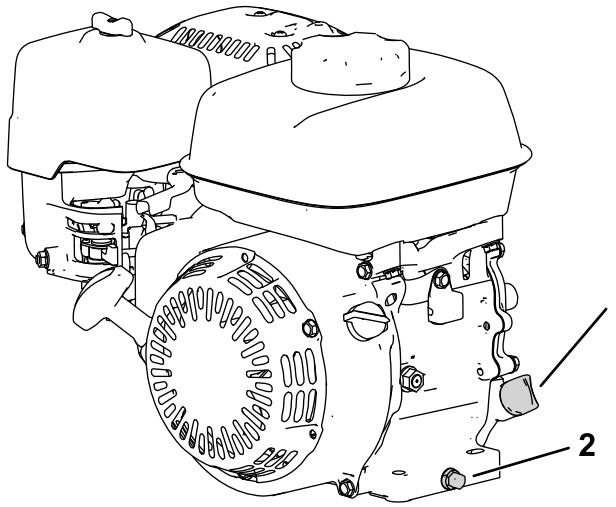

Bild 25
- Stellen Sie die Maschine so, dass der Motor eben steht, und reinigen Sie dann den Bereich um das Ölfüllrohr (Bild 25).
3. Entfernen Sie die Ablassschraube, die Unterlegscheibe und den Peilstab (Bild 25).